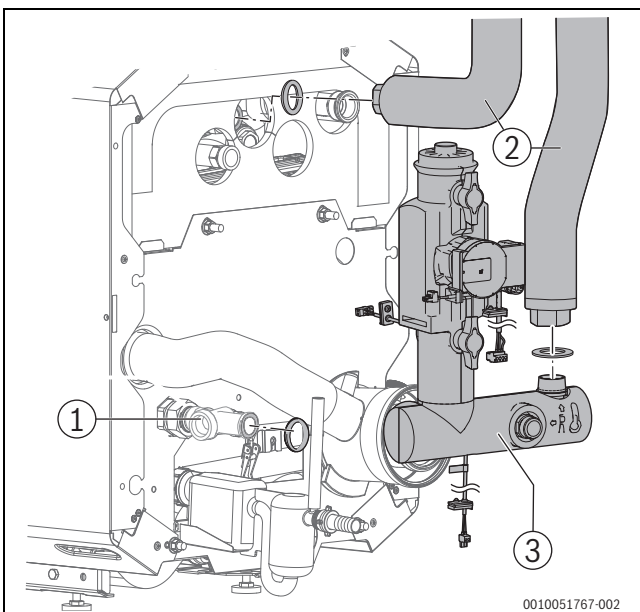

Bild 4 Montage Rohrgruppe HF-Set HYC40B
- ▶ Rohrgruppe entsprechend Bild 4 montieren.